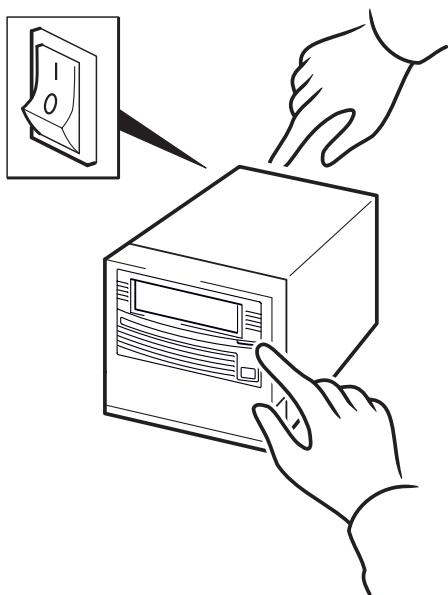

図 10b: HP OBDR の使用方法 : ステップ 2
- 2 イジェクト・ボタンを押し続けます。イジェクト・ボタンを押しながら、テープ・ドライブの電源を入れます（図 10b を参照）。これで、電源投入時に HP OBDR モードが設定されます。フロント・パネルのドライブ・デンシティ（左）およびクリーニング要（右）LED が OBDR シーケンスで点滅したらすぐにボタンから指を離します。点滅とオフを繰り返すパターンです（ドライブの状態 LED は、通常通りに機能し、テープが動いているときは点滅し、作動可能なときは点灯したままです）。